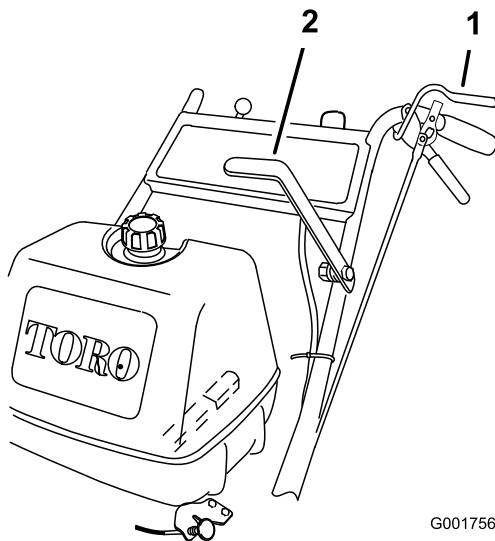

Figure 9
1. Serrez les leviers de détection de présence de l'utilisateur (OPC) contre les poignées (Figure 9).
2. Poussez le levier de commande des lames (PDF) fermement en avant jusqu'à ce qu'il bascule en position de verrouillage (Figure 9).
Pour désengager les lames, tirez le levier de commande des lames à fond en en arrière (Figure 9). Le moteur s'arrête quand les leviers OPC sont relâchés et que le levier de commande des lames est engagé.